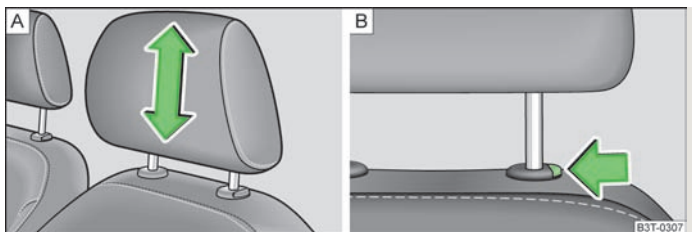

Fig. 59 Tetiera: Reglarea / demontarea
- Prindeți tetiera din lateral, cu ambele mâini și mișcați-o în sus, după dorință » fig. 59 - A.
- Dacă doriți să împingeți tetiera în jos, trebuie să apăsați tasta de siguranță » fig. 59 - B cu o mână și să o mențineți apăsată, iar cu cealaltă mână să apăsați tetiera în jos.
- Apăsați tasta de siguranță în sensul săgeții » fig. 59 - B și trageți afară tetiera.